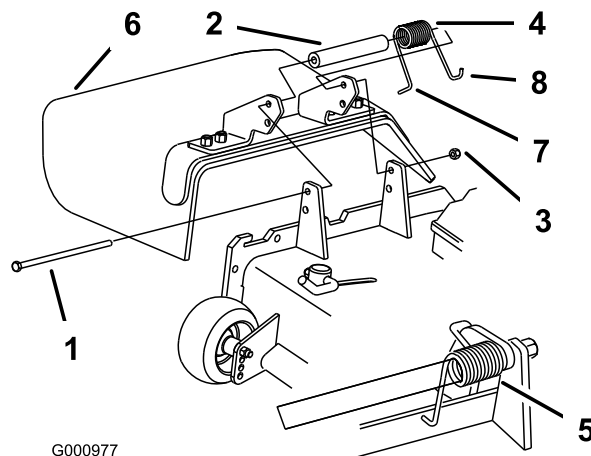

Figure 2
1. Placez une entretoise et un ressort entre les supports du déflecteur d'herbe (Figure 2). Accrochez l'extrémité en J gauche du ressort derrière le bord du plateau.
Remarque: Accrochez l'extrémité en J gauche du ressort derrière le bord du plateau avant de mettre le boulon en place, comme indiqué à la Figure 2.
2. Remettez le boulon et l'écrou en place. Accrochez l'extrémité en J droite du ressort au déflecteur d'herbe (Figure 2).